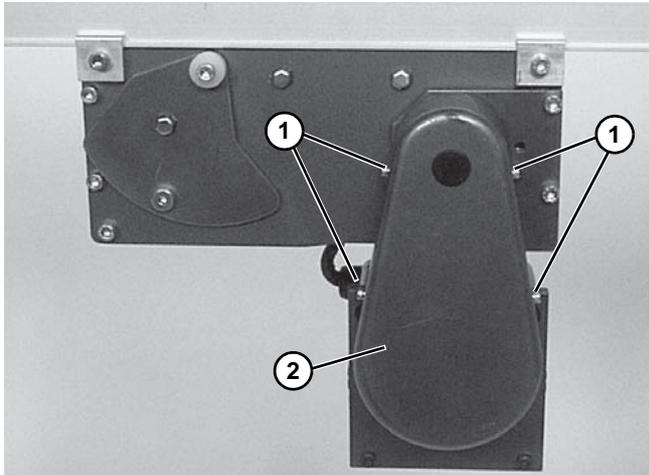

Figura 34
1. Quite los tornillos de la cubierta (Figura 34, artículo 1) y retire la cubierta (Figura 34, artículo 2).